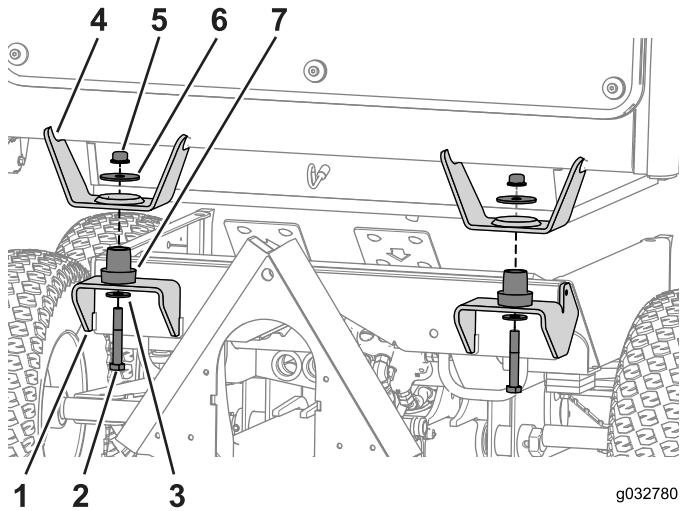

Figura 65
- 2. Baje la cabina hasta la máquina, alineando los 2 orificios de los pernos con los soportes delanteros (Figura 65).
3. Instale un amortiguador de goma en cada uno de los puntos de montaje (Figura 65).
4. Utilice el perno (1/2" x 3 1/4"), la arandela grande y la tuerca con arandela prensada para montar la cabina en la máquina (Figura 65).